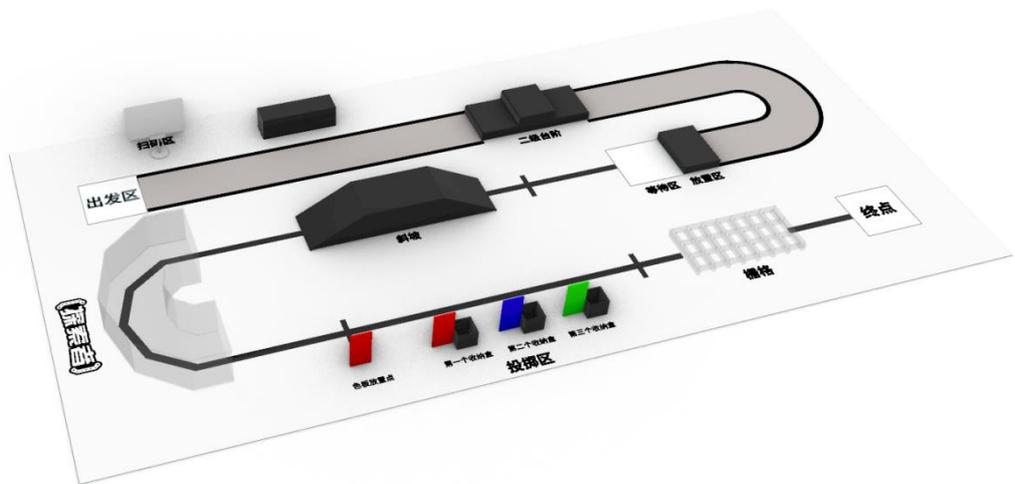

图 1 - 比赛场地整体参考示意图
(1) 场地地面为 450cm*220cm（尺寸误差±3cm）的宝丽布（如图 1）。场地地面设有出发区和终点区。部分任务区前后设有标志线，供参赛队伍参考使用。7 个任务区按图 1、图 2 所示种类、数量和位置安放，并以双面胶固定在场地上，不可移动。黑线用 3.8cm 宽低反光绝缘胶带铺设。